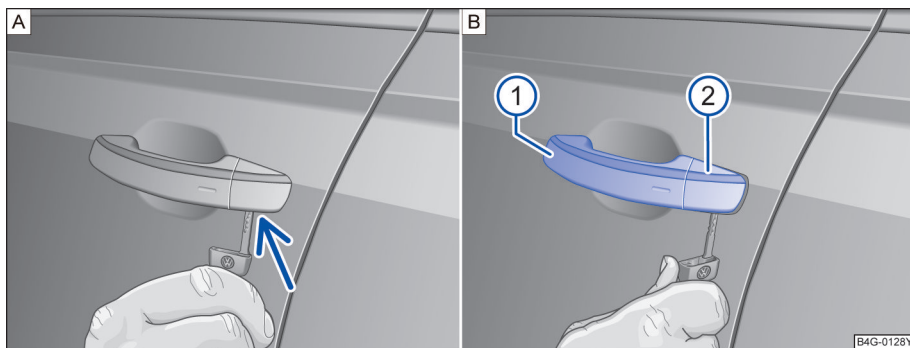

图 51 取下在驾驶员车门内车门锁的盖罩
- 拉起开门把手 ①。
- 将无线遥控钥匙的钥匙头从下面插入盖罩的开口内→图 51 ②。
- 转动钥匙以便松开盖罩并取下。→图 51